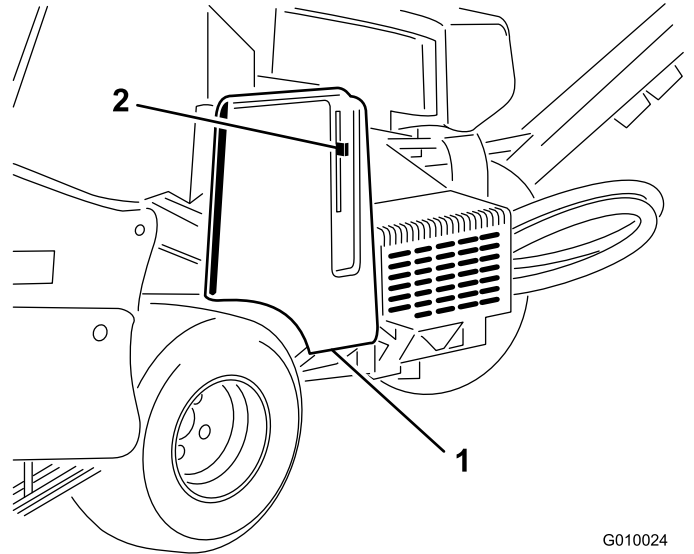
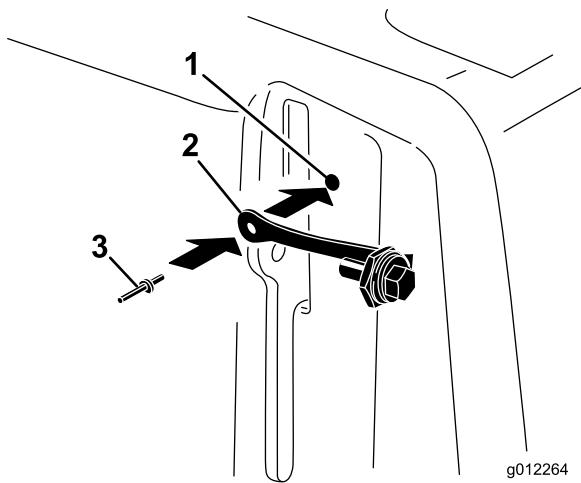

图 6
图 7
1. 找到皮带罩上紧靠门锁杆的孔图 6和图 7。
2. 使用弹伸铆钉将系索总成安装到皮带罩上的孔图 7。